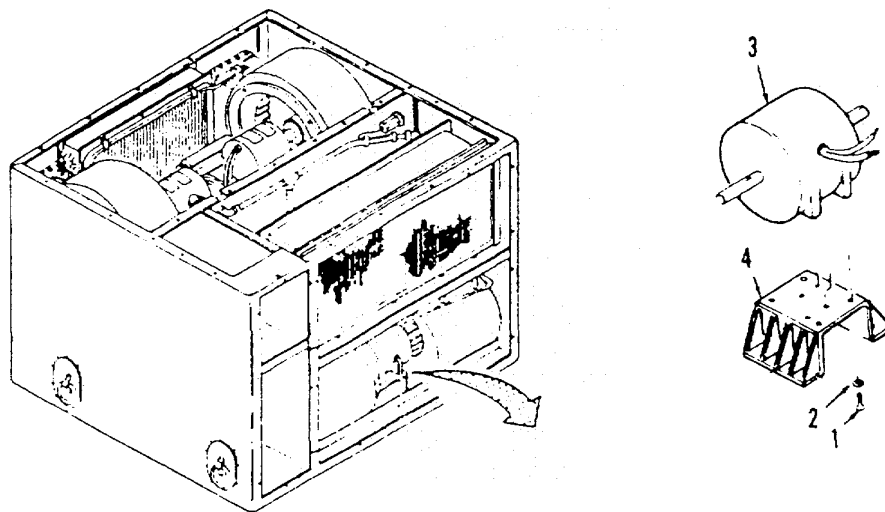

Figure 4-6. Evaporator Motor.
- a. **Removal.** (Refer to Figure 4-6).